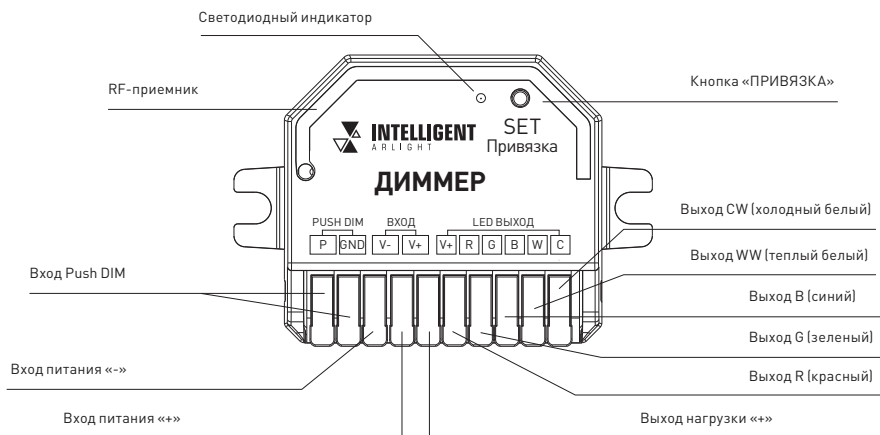

Рис. 7. Назначение элементов подключения и управления диммера
3.5. Изучите назначение элементов подключения и управления диммера (рис. 7).